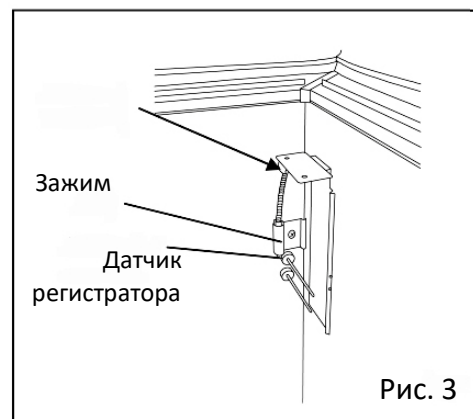

Рис. 3
3. Открутите 4 винта, фиксирующих кронштейн батареи на боковом столике (Рис. 3).
3. Проведите датчик регистратора через внутреннюю часть морозильника и при помощи зажима крышки датчика регистратора закрепите винтом датчик регистратора. Загерметизируйте отверстие для датчика регистратора с помощью силиконового герметика (Рис. 3).
3. Обратитесь к Руководству по эксплуатации, приложенному к интерфейсной плате для установки ТЕРМИНАТОРНОГО переключателя на интерфейсной плате (MTR-480) (Рис. 3)